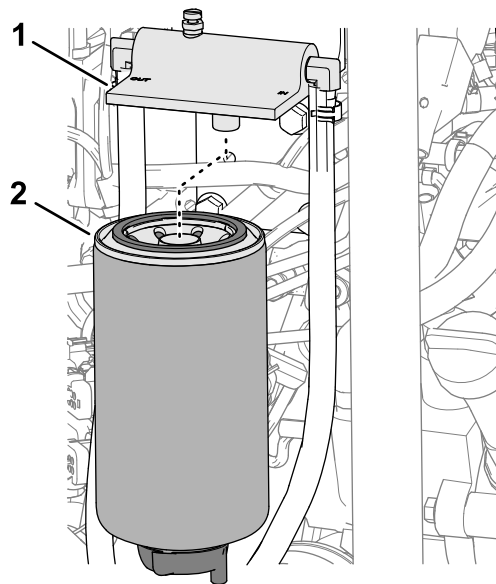

Figure 120
2. Nettoyez la tête du filtre et la cartouche filtrante (Figure 120).